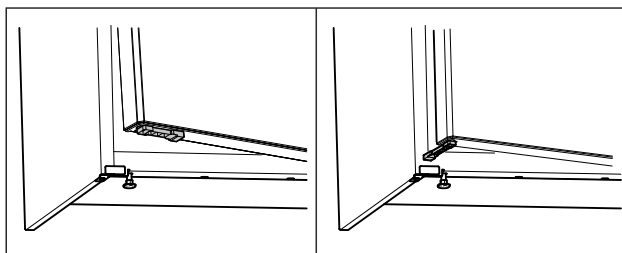

Fig. 62 \*
- Türöffnungsbegrenzer um 90° drehen. (siehe Fig. 62) \*